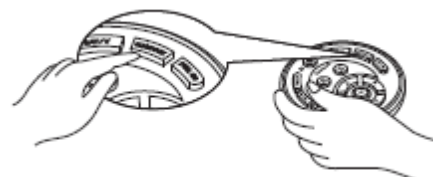

Рис. 3
4. Нажмите "DOCKING" (подключение к базе для зарядки) на пульте дистанционного управления, если вы хотите зарядить пылесос, пылесос начнет автоматически поиск базы для зарядки в рамках доступной области. (См. рис. 3)